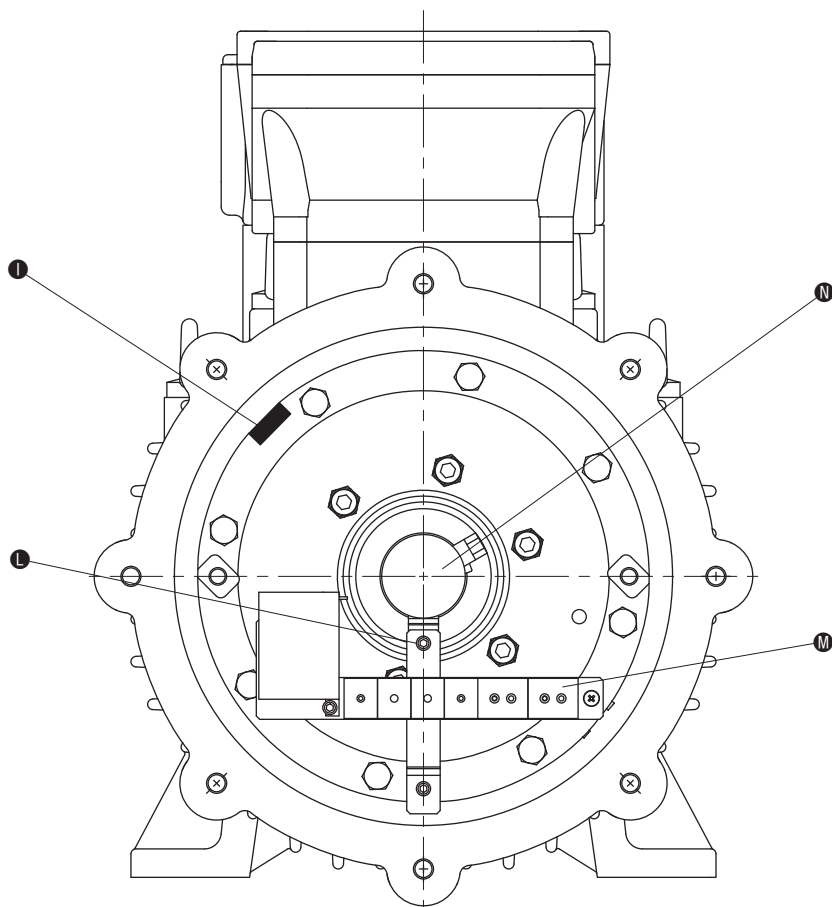

Figura 4D
F) Sostituzione dell'encoder e/o microswitch (opzionali - figura 4D)